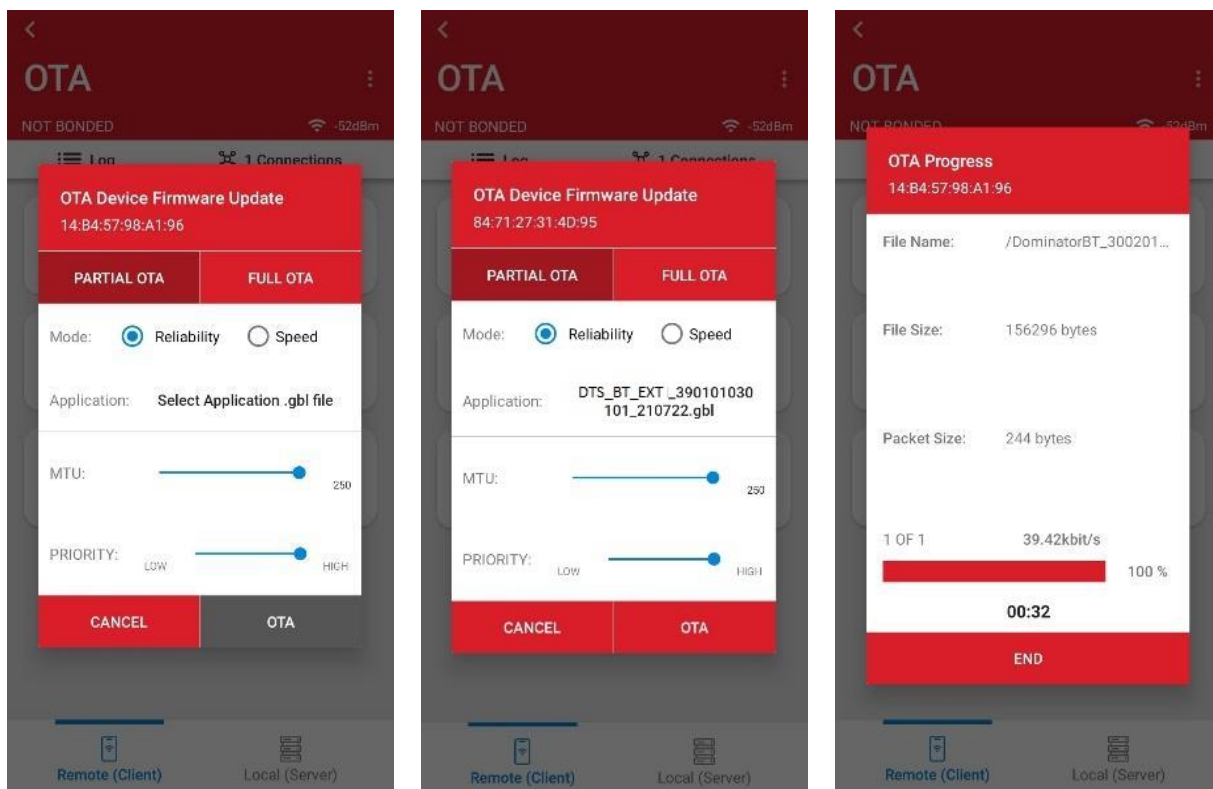

рис. 5.11. Выбор файла прошивки
7) В появившемся окне выберите файл с прошивкой и нажмите «**ОТА**» (рис. 5.11).